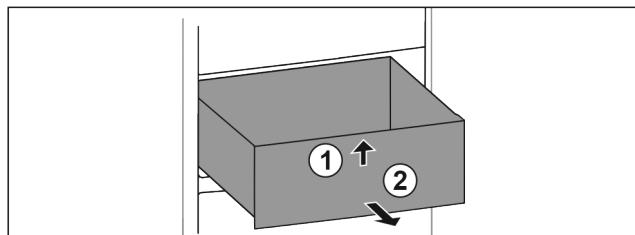

Fig. 27
- Підніміть висувний ящик спереду. Fig. 27 (1)
- Вийніть висувний ящик рухом вперед. Fig. 27 (2)